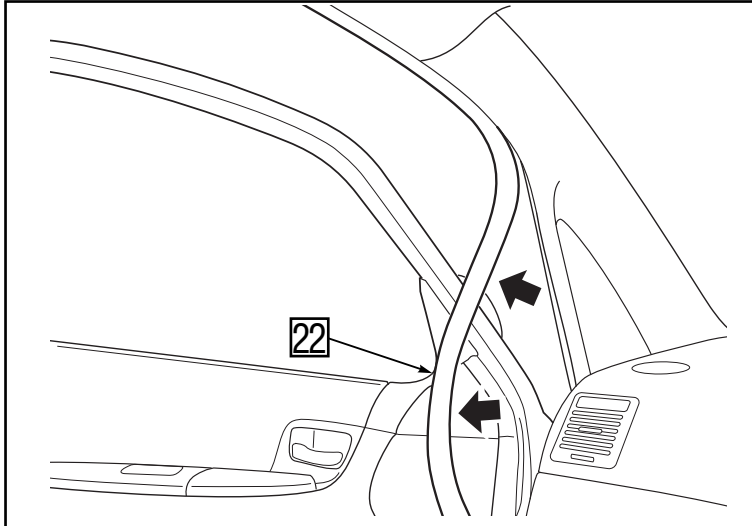

Abb. 22- Fig. 22
9. Acheminez le faisceau de câbles du tweeter (17) de la manière illustrée.
**DIE ANLEITUNG 1 - 9 (Abb. 22 - 30) AUF DER RECHTEN SEITE DES FAHRZEUGS WIEDERHOLEN
REPEAT THE INSTRUCTIONS 1 TO 9 FOR THE RH-SIDE PARTS (FIG. 22 - 30)
REPÉTEZ LES INSTRUCTIONS 1 A 9 POUR LE CÔTE DROITE DU VÉHICULE (FIG. 22 - 30)**